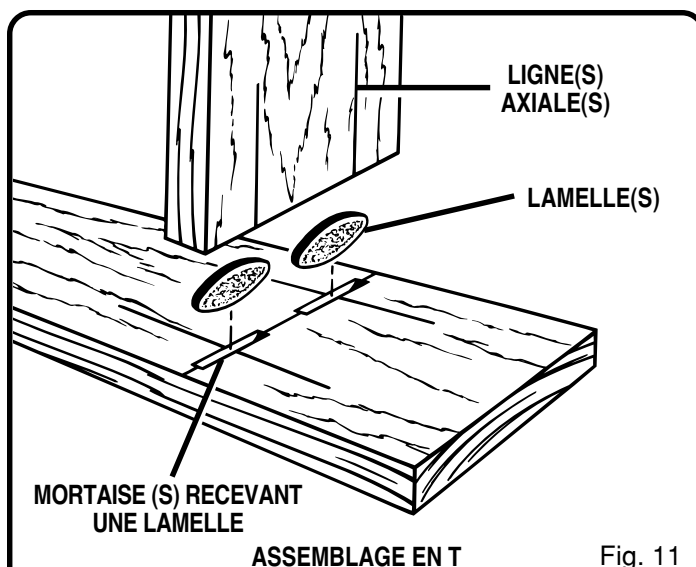

Fig. 11
On utilise l'assemblage en T lorsqu'on doit ajuster une extrémité d'une planche sur la surface d'une autre planche, comme l'illustre la figure 11. Ce type d'assemblage est typiquement utilisé pour connecter les planches horizontales aux panneaux verticaux d'un meuble d'étagères, ou pour connecter des entretoises internes aux éléments constituant un cadre. L'opération d'usinage des cavités pour un assemblage en T est aussi simple que pour un autre type d'assemblage. Il est cependant essentiel de marquer correctement les lignes axiales et les points d'intersection pour chaque cavité, et d'exécuter l'usinage avec précision. Voir figure 11.
16. Finalement, séparez les composants et introduisez de la colle dans chaque cavité. Appliquez également de la colle sur toute la surface de l'assemblage. Réinsérez les lamelles et assemblez les pièces de l'assemblage. *Voir figure 11.*